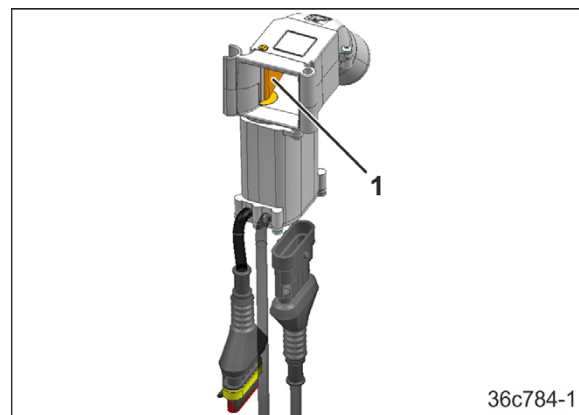

Fig. 65
Ved oppretting av kjørespor legges det ikke ut noe sågods fra kjøresporlabbene. De tilkoblede kjøresporsegmentene i fordelerhodet er utstyrt med luker (Fig. 65/1) for å lukke utgangen til fordelerhodet.
- stenger lukene (Fig. 65/1) i kjøresporsegmentene sågodstilførselen til frøledningene til kjøresporlabbene
Hver kjøresporluke (Fig. 65/1) betjenes av en datastyrt elektromotor.